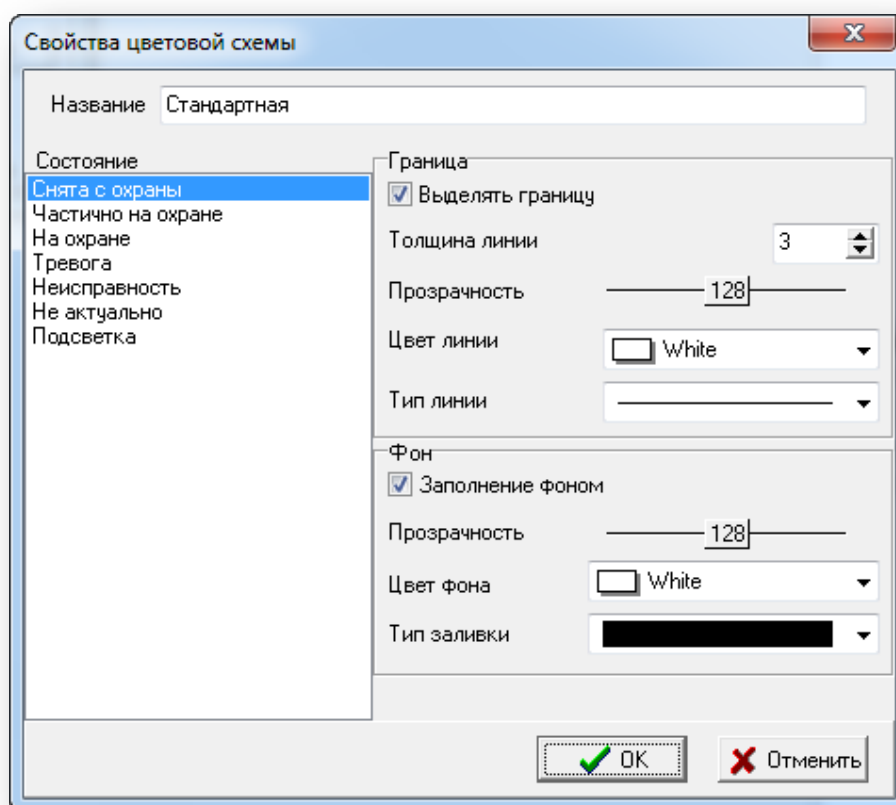

Рисунок 4.9
- Для изменения настроек цветовой схемы необходимо нажать кнопку «Изменить». В открывшемся окне «Свойство цветовой схемы» (Рисунок 4.9) необходимо для каждого состояния зоны охраны настроить свое цветовое отображение: тип, прозрачность и цвет линии, а также тип заливки, прозрачность и цвет фона.